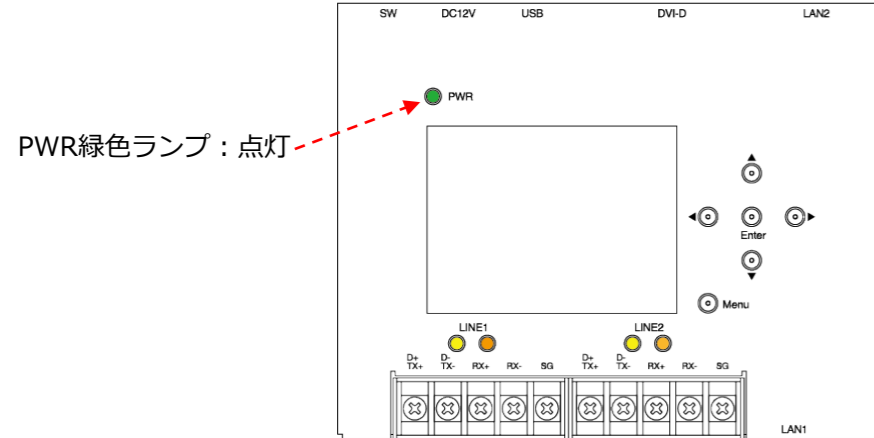

図11. DCセンサ起動時の表示状態
- (2) DCセンサのランプ・モニタ表示状態が図11の通りであることを確認する。